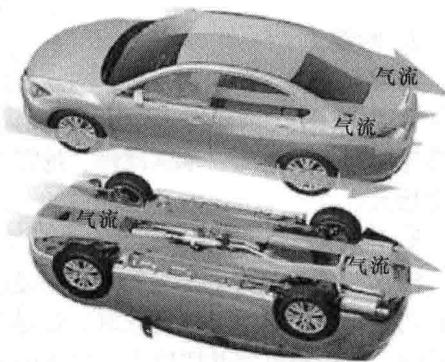

图1-2 空气阻力示意图
④ 行车速度对滚动阻力影响很大。车速在100km/h以下时，滚动阻力变化不大；车速在100km/h以上时，滚动阻力增加较快；车速达到某一高速时，如150~200km/h，滚动阻力迅速增加，因为这时轮胎将发生驻波现象，即轮胎周缘不再是圆形而呈明显的波浪状。出现驻波后，滚动阻力显著增加，而且轮胎的温度也很快增加，胎面与轮胎帘布层会产生脱落，出现爆胎现象，这对高速行驶的车辆很危险。
⑤ 汽车总质量对滚动阻力影响很大。这是由于汽车总质量越大，路面的塑性变形和轮胎的弹性变形将越大，从而引起滚动阻力增加。
(2) 空气阻力 如图1-2所示，空气阻力是汽车在行驶时，其表面与空气相摩擦，同时，车身前部受到迎面气体压力及车身尾部因空气涡流而产生真空度所引起的阻力。因此，空气阻力包括摩擦阻力和压力阻力两大部分。